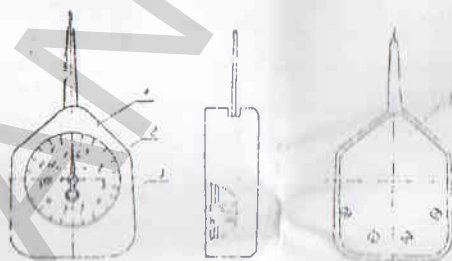

Рис. 2. Общий вид граммометра.
4.2. Крышка 4 (рис. 2) с прикрепленным к ней механизмом граммометра монтируется в корпус 1 и крепится к нему винтами.